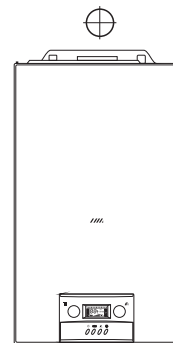

Рис. 9
- далее котел навесьте на подвесную панель (рис. 9)